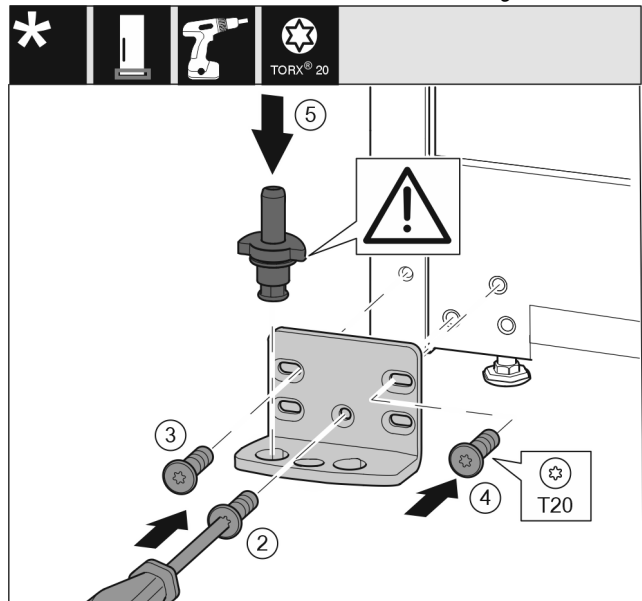

Fig. 15
- ▶ Ložiskovú konzolu nasadíte na druhú stranu a priskrutkujete ju pomocou skrutkovača T20. Začnete skrutkou 2 dole v strede. Fig. 15 (2)
- ▶ Pevne zaskrutkujete skrutku 3 a 4. Fig. 15 (3,4)
- ▶ Ložiskový čap úplne nasadíte. Dbajte pritom na to, aby zaistovací doraz ukazoval smerom dozadu. Fig. 15 (5)